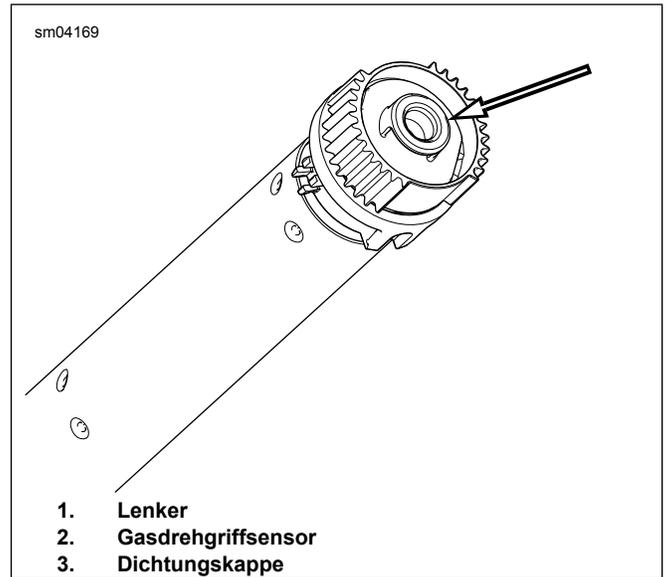

Abbildung 4. Dichtungskappe entfernen
- Siehe Abbildung 4 >. Einen kleinen Schraubendreher oder ein anderes Werkzeug mit flacher Klinge in den flachen Bereich an einer Seite der Dichtungskappe einsetzen.